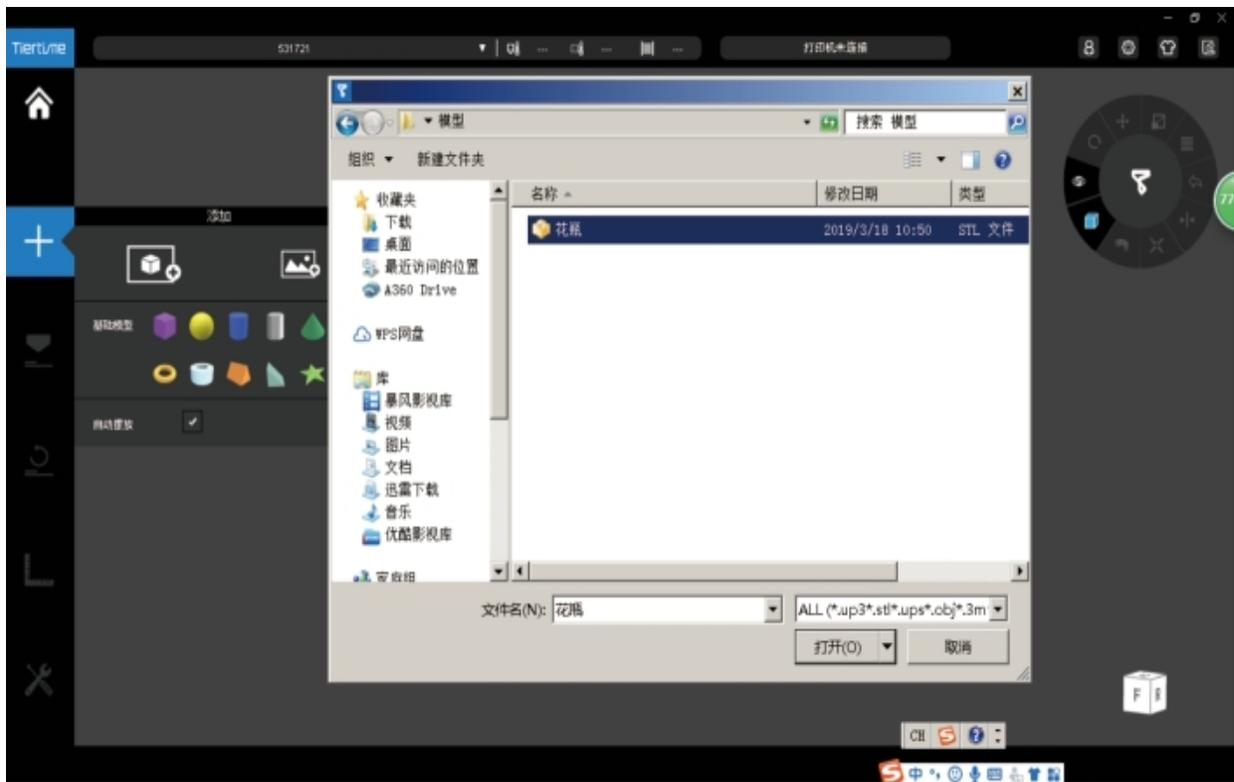

图7-4-27 载入文件
③单击“添加”**+**→“添加模型”**+**→选择香皂盒模型→“打开”，如图7-4-27所示。